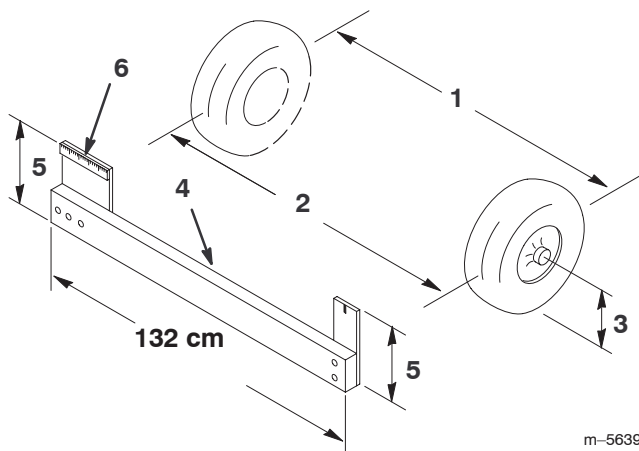

Bild 47
4. Messen Sie den Abstand zwischen beiden Vorderreifen auf Achshöhe (an der Vorder- und Rückseite der Vorderreifen) (Bild 47). Eine Messlehre ist für das hintere Maß der Vorderreifen auf Achshöhe erforderlich. Benutzen Sie das gleiche Maß für das genaue Vermessen der Vorderseite der Vorderreifen auf Achshöhe (Bild 47).